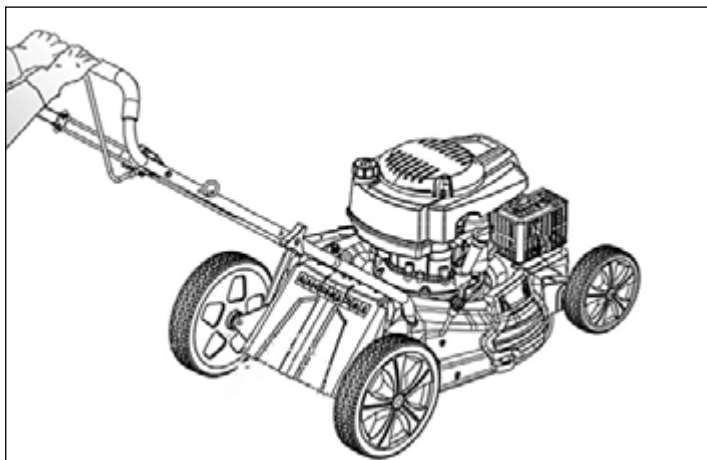

Рис. 12
7. В газонокосилках GLD-520SP-VE и GLD-520SP-BS реализована функция передачи крутящего момента на колеса для облегчения процесса скашивания. Для включения привода колес зажмите нижний рычаг, не отпуская верхний рычаг привода ножа (рис. 12).